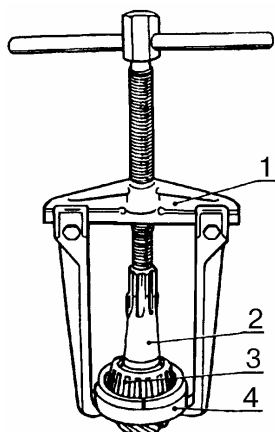

Рис.6.
4.4 Установить съемник 1, рис. 6, с приспособлением 4 и снять с ведущей шестерни 2 внутреннее кольцо 3 подшипника (съемник А.40005/1/7, приспособление А.45008).